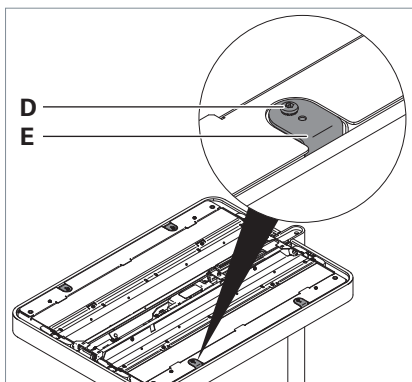

Fig. 22: Sicherungen entfernen.
- Drehen Sie alle vier Sicherungsschrauben **D** aus den Sicherungslaschen **E** mit einem Schraubendreher „TORX T15H“ heraus, siehe Fig. 22.